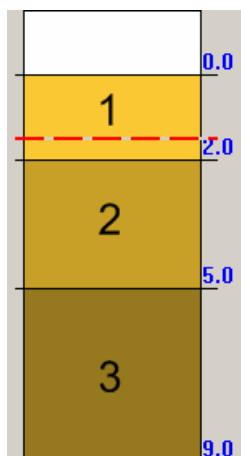

Рис. 7.3.2. Геологический профиль строительной площадки
- Геологический профиль строительной площадки приведен на рис. 7.3.2.